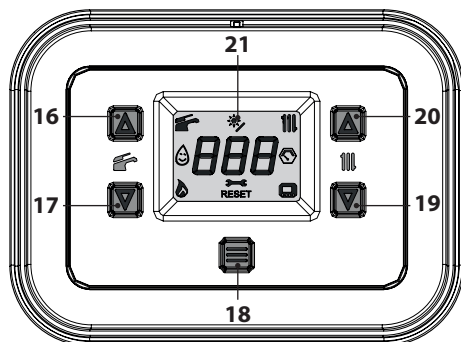

Figura 6.7
- Tenere premuto per 5 secondi il tasto 18 fino a far apparire sul display entrambi i simboli e (Figura 6.7).
- Entrare in "modalità programmazione" premendo contemporaneamente per 5 secondi i tasti 17 e 19 (Figura 6.7) fino a far apparire
- Premere il tasto 18 (Figura 6.7) per attivare la funzione. Il display visualizzerà quanto segue (Figura 6.11 e Figura 6.12).
- tenere premuti contemporaneamente i tasti 17 e 19 per 5 sec. (Figura 6.7) (ritorno al livello precedente).
- Spegner la caldaia tenendo premuto per 5 secondi il tasto 18 (Figura 6.7) fino a far apparire sul display LCD il simbolo — — — (i trattini vengono accesi in sequenza per simulare uno scorrimento) (Figura 6.6).